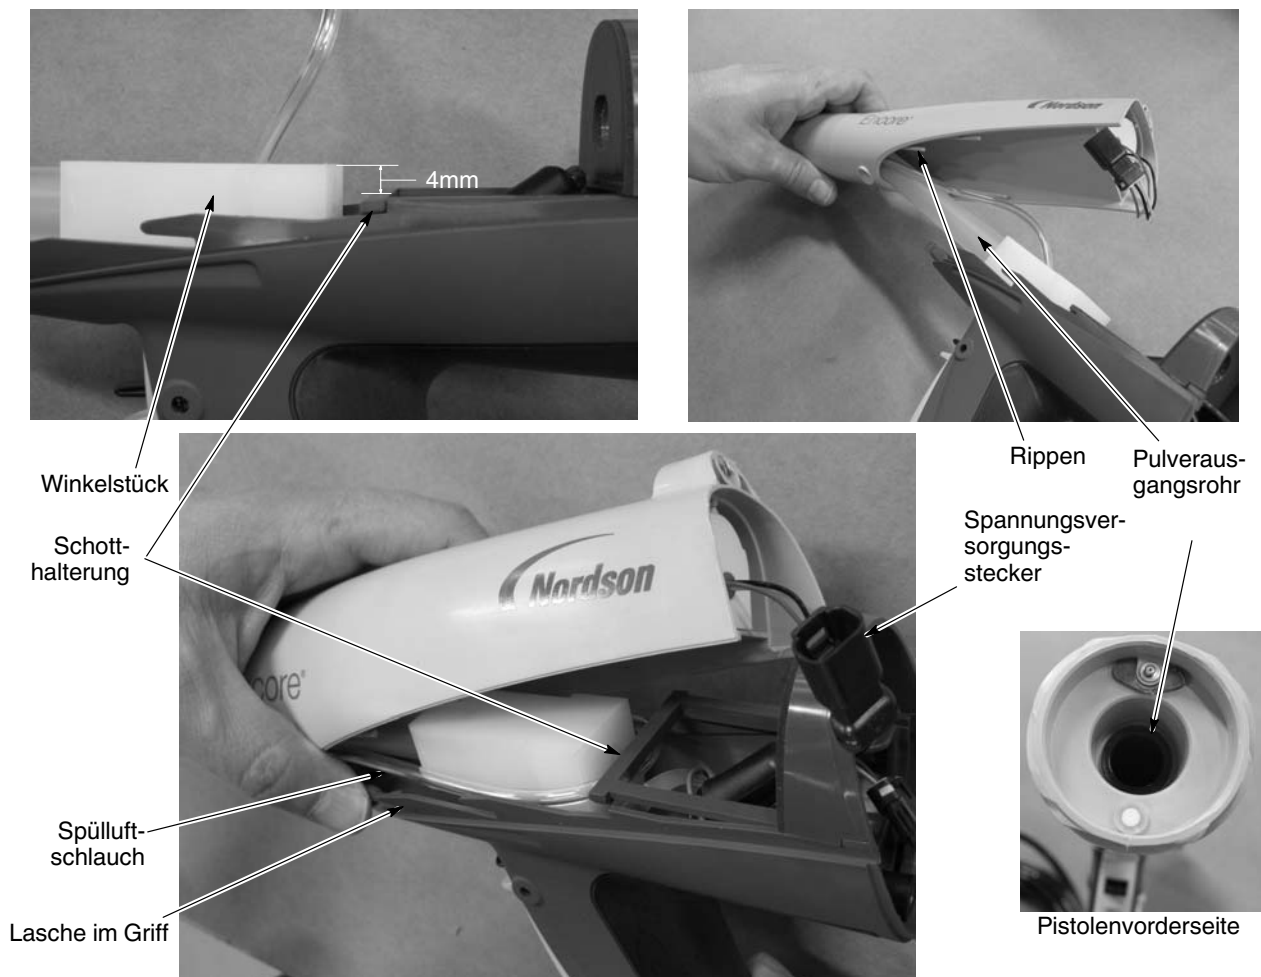

Abb. 6-5 Pistolengehäuse am Griff installieren
2. Siehe Abb. 6-5. Das Ende des Ausgangsrohrs ins Pistolengehäuse stecken, den Stecker der Stromversorgung durch das obere Loch im Schott führen und den Spülluftschlauch wie gezeigt um das Winkelstück wickeln.